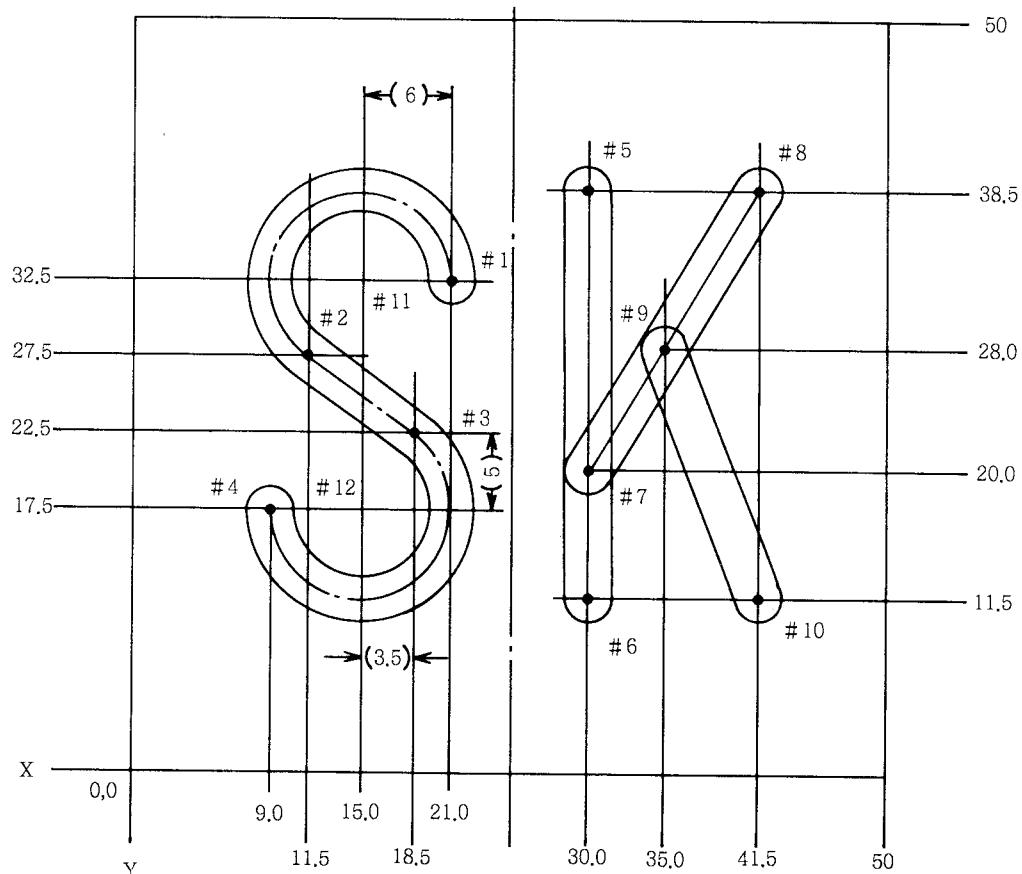

図4-1 英文文字座標列（倍率2/1）
(図4-1に示すような英文文字で各自のイニシャル
(3) プログラム作業
- ・図4-1の英文字座標例によってプログラム作業を説明する。
- ① ソフトキーのPROGRAMを押す。
- ② 00002 ;
- ③ N1 G00 G40 G80 ;
- ④ N2 G90 G54 X0 Y0 ;
- ⑩で補正(X0→X21.0, Y0→Y32.5)
- ⑤ N3 S6000 M13 M50 ;
- ⑥ N4 G00 Z3.0 ;
- ⑦ N5 G01 Z-0.5 F10 ;
- ⑧ N6 G03 X11.5 Y27.5 I-60.0 J0 F10 ;